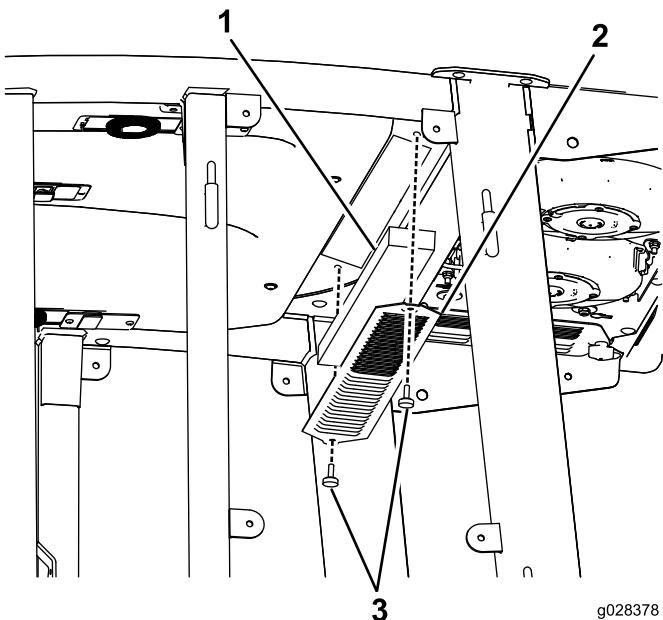
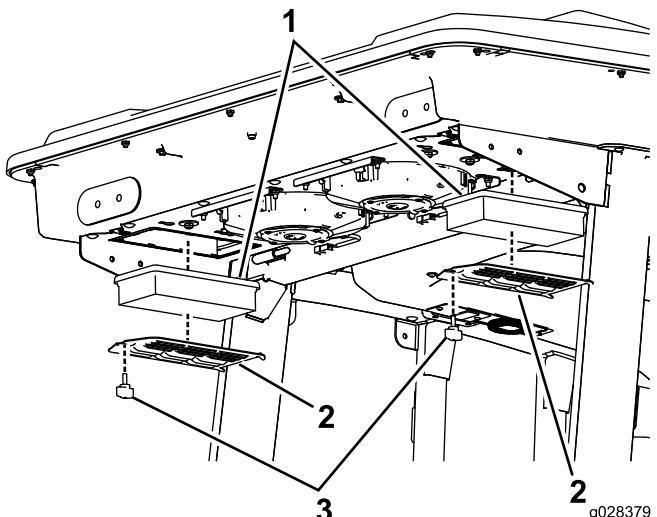

Figura 102
Figura 103
1. Retire los tornillos y las rejillas que cubren el filtro interior y el trasero de la cabina (Figura 102 y Figura 103).
5. Retire los filtros de aire (consulte Figura 103).
7. Instale los filtros de aire, la rejilla y el conjunto del ventilador (Figura 103, Figura 105 y Figura 104).